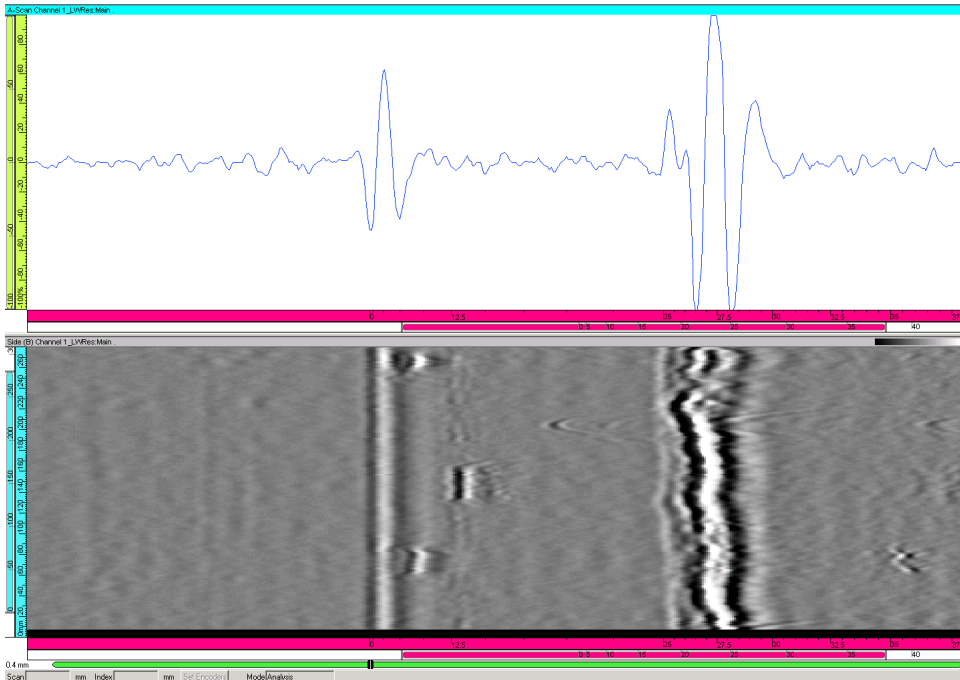

Abbildung 7-19 TOFD-Daten nach der Lateralwellensynchronisation
7. Wählen Sie in der Menüleiste **Ansicht > Inhalt** aus, um die neu erstellte Lateralwellensynchronisation anzuzeigen. Die Lateralwelle ist nun synchronisiert (siehe Abbildung 7-19 auf Seite 378).